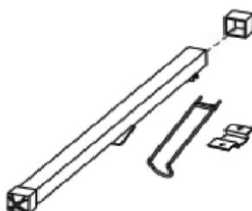

Bild 25
- Slutför tvärarmsmonteringen genom att fästa tvärarmslocken och stödkrokarna enligt visas i Fig. 25.